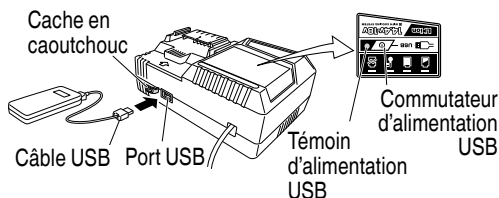

Fig. 8
- (2) Mettez le commutateur d'alimentation USB sur marche (Fig. 8)
- (3) Connectez le câble USB. (Fig. 8)
○ Mettez le commutateur d'alimentation USB sur arrêt et débranchez le câble d'alimentation de la prise électrique. (Fig. 8)